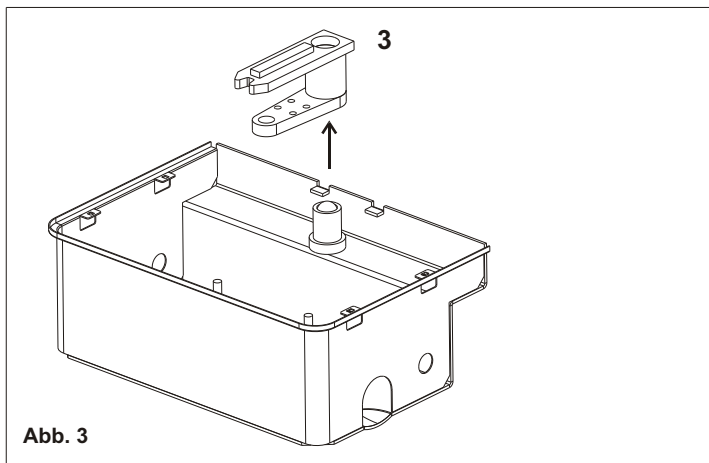
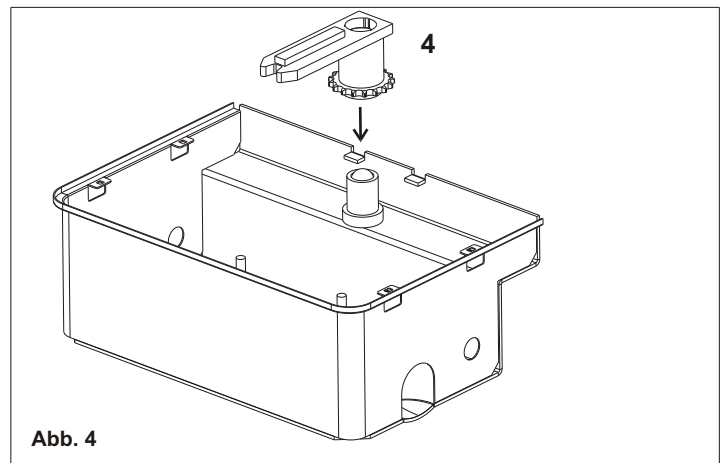

Abb. 3
Abb. 4
Stück 3 der Abbildung 3 mit Stück 4 der Abbildung 4 austauschen.
N.B.: Während ihrer Montage alle Teile mit dem mitgeliefertem wasserabweisenden Fett einschmieren (Abb.3, Abb.4).